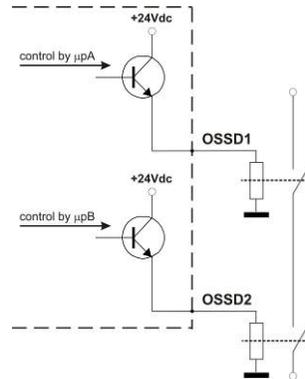
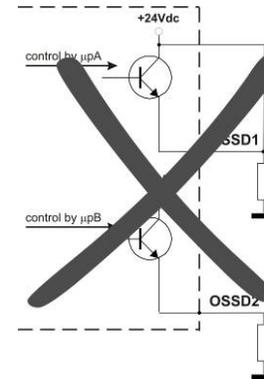

Abb. 16
Abb. 17
- Die Sicherheitsausgänge OSSD1 und OSSD2 dürfen in keinem Fall in Reihe oder parallel geschaltet werden (Abb.17, 18, 19), sondern sind beide einzeln wie in Abb.16 gezeigt zu verwenden. Sollte irrtümlicherweise eine dieser beiden Konfigurationen verwendet werden, führt dies zu einer Betriebsstörung (s. Kap.7 "Diagnosefunktionen").